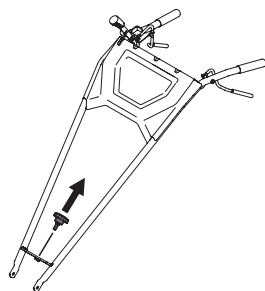

Figure 1
1. Tournez le bouton vers la gauche pour le retirer du centre de l'extrémité inférieure du guidon. Voir la Figure 1.